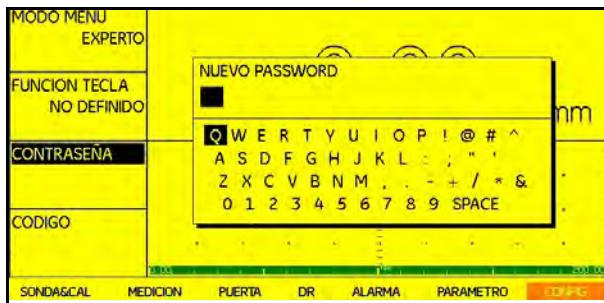

Figura 17: Ventana Función contraseña
2. Utilice el joystick (  ) para seleccionar la función **CONTRASEÑA** y muévalo (  ) para abrir la ventana de contraseña (Figura 17 siguiente).